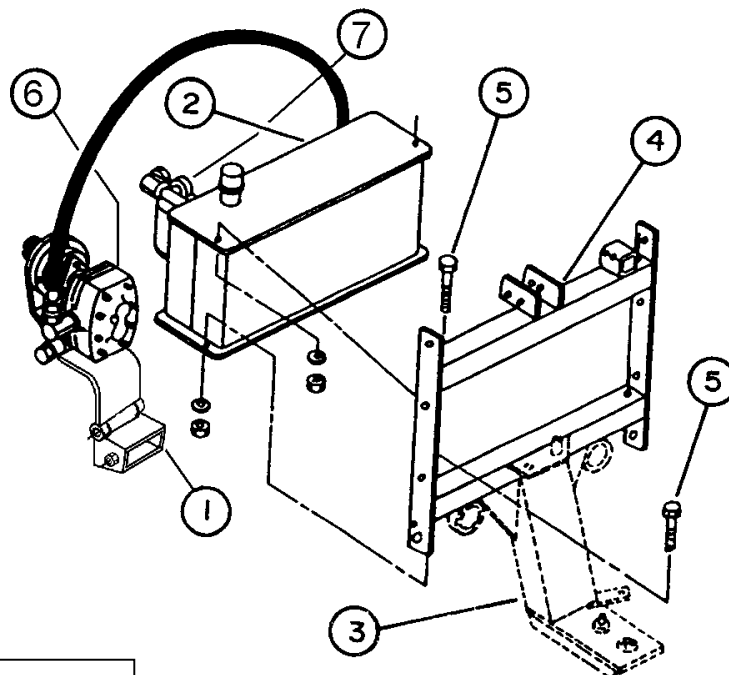

Figure 7
1. Installez la pompe (fig.7, item 1) et le réservoir (fig.7, item 2) sur l'attache 3 points ou sur le porteur arrière, en utilisant 4 boulons 3/8" x 3 3/4" (fig.7, item 5), les rondelles de blocage et les écrous.
2. En utilisant du scellant à filet, connectez un boyau assemblé du moteur du balai à la sortie de la pompe (fig.7, item 6) en utilisant un réduct 3/4"NPT à 1/2"NPT.
3. Connectez l'autre boyau assemblé du balai au filtre sur le réservoir (fig.7, item 7).
4. Remplir le réservoir (fig.7 item 2) avec 7 gallons U.S. (26.5 litres) d'huile à moteur SAE 10W30.